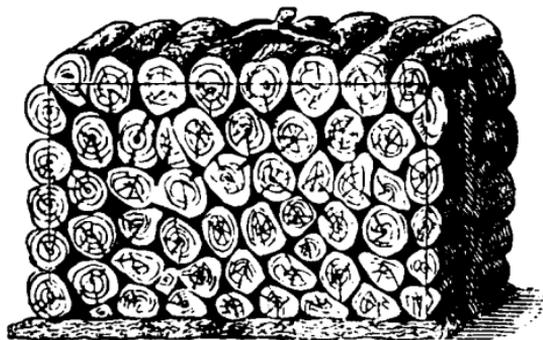

Рис. 115. Ящичекъ въ видѣ полѣнницы дровъ.
*Ящичекъ въ видѣ полѣнницы дровъ* (рис. 115). Возьми какой-нибудь готовый простой ящичекъ, напримѣръ, изъ-подъ сигаръ, и обрѣжь у него крышку острымъ ножомъ и ножовкой такъ,
1¼ дюйма) длиннѣе короткой стороны ящика. Старайся распиливать вѣтки такъ, чтобы разрѣзы были подъ прямымъ угломъ къ длинѣ вѣтки. Напиленные кусочки вѣтокъ расщепи по длинѣ пополамъ и сгладь плоскую сторону каждой половинки напилкомъ. Нагрѣй немного эти половинки и наклеи ихъ густымъ, горячимъ клеемъ, одну возлѣ другой, поперекъ крышки и короткихъ сторонъ ящика такъ, чтобы концы ихъ одинаково выдавались въ обѣ стороны надъ краями ящика и крышки (рис. 115).